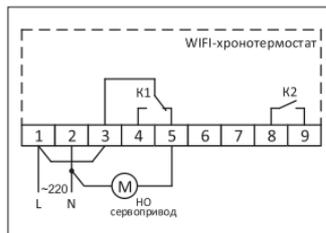

Рис. 2. Подключение нормально-открытых сервоприводов - 220 В
**6.2.2.** Для подключения нормально-открытого сервопривода необходимо установить перемычку между клеммами 1 и 3. Сервопривод подключается к 2 и 5 клеммам. (Рис. 2.)